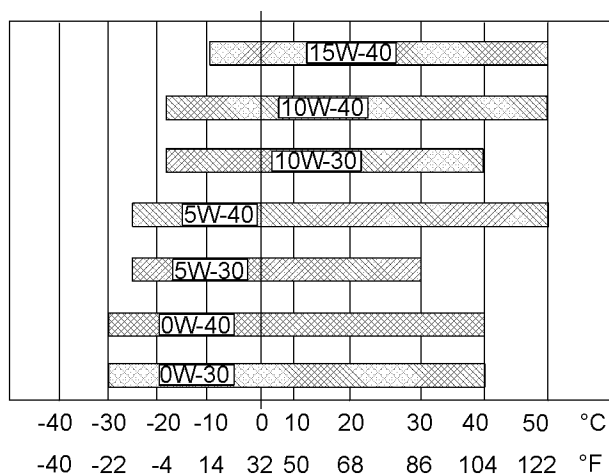

Abbildung 57
Zur Bestimmung der notwendigen Ölviskosität zum Starten eines kalten Motors siehe Abbildung 57 (minimale Temperatur).
Zur Bestimmung der notwendigen Ölviskosität für den Motorbetrieb bei der höchsten zu erwartenden Umgebungstemperatur siehe Abbildung 57 (maximale Temperatur).
- Siehe die geeigneten "Schmierstoffviskositäten". Siehe die entsprechende Abbildung 57, um den richtigen Viskositätsgrad für den Motor zu bestimmen.